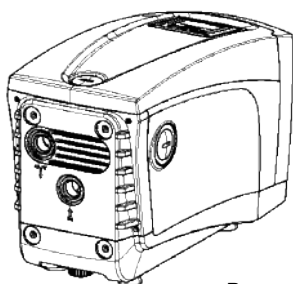
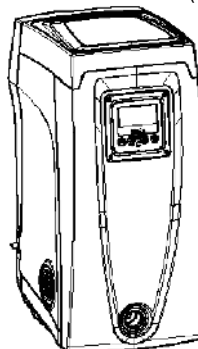

Рисунок 4
Рисунок 5
- **Сторона F:** как указано на этикетке для снятия, пробка 1" выполняют двойную функцию: в случае горизонтальной установки устье, которое закрывается пробкой, выполняет функцию отверстия для заполнения системы (см. далее "операция по заполнению", пар. 4.2.3); в случае вертикальной установки то же устье может выполнять функцию входного гидравлического соединения (также, как помеченное "IN" на стороне C, и в качестве альтернативы). Панель интерфейса пользователя состоит из дисплея и клавиатуры, и выполняет функции настройки системы, контроля состояния и показа аварийных сигналов. Система может быть установлена в 2 различных конфигурациях: горизонтальное положение (Рис.4) или вертикальное положение (Рис.5).